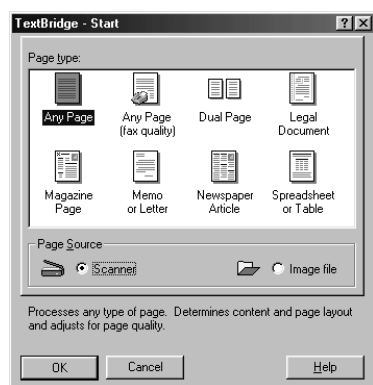

Figure 44 : Sélectionner Page Source
4. A la 'Page Source', cliquez sur 'Scanner' (Figure 44).